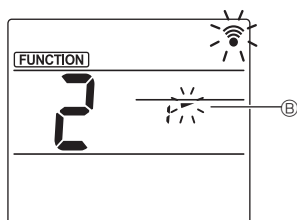

Fig. 3-3
- ③ Настройка угла дефлектора (Fig. 3-3). Нажимайте кнопки **[▲]** для выбора угла дефлектора **②**. Направьте беспроводной пульт дистанционного управления на приемник сигнала на внутреннем блоке и нажмите кнопку **[SET]**.
- ④ Нажмите кнопку **[MENU]**, чтобы завершить выполнение настроек.